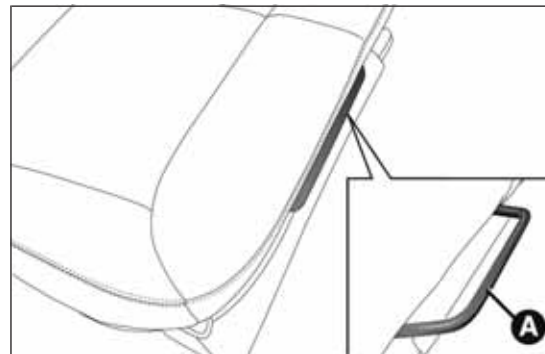

fig. 87
- ☐ actuando en la palanca A fig. 87 ajustar el asiento en la posición deseada;
- ☐ actuando en la palanca A fig. 87 regular el asiento en la posición "completamente hacia adelante" para obtener la ampliación máxima del maletero (de manera compatible con la posición deseada para los asientos delanteros);